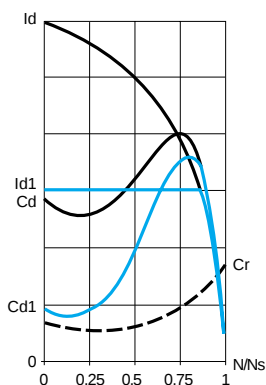

Figura 1
■ A figura 1 mostra a evolução do conjugado em função da corrente de partida.